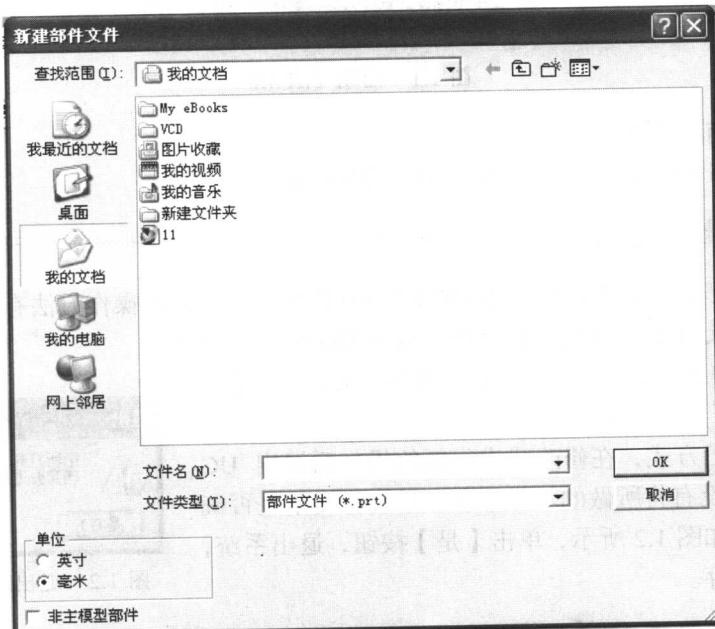
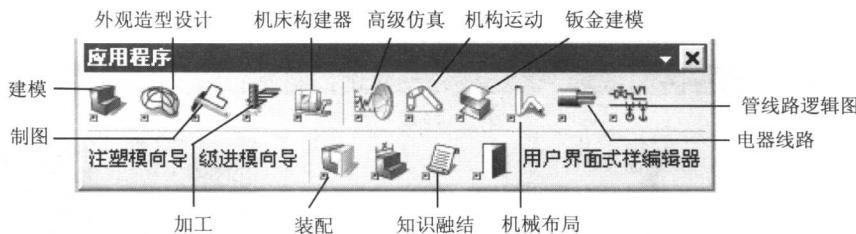
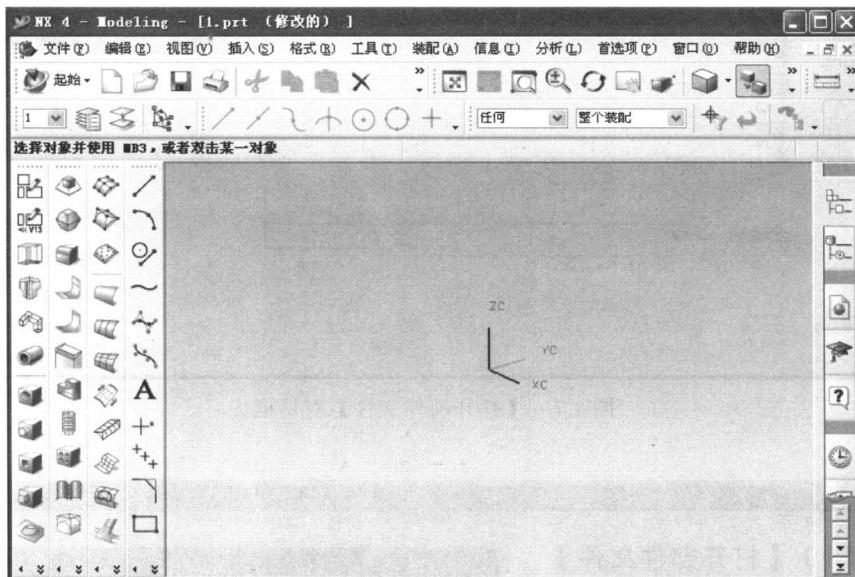

图 1.4 【新建部件文件】对话框
图 1.5 【应用程序】工具栏
图 1.6 建模工作界面
【新建】命令，系统弹出【新建部件文件】对话框，如图 1.4 所示。
选择文件放置位置，在【文件名】文本框中输入文件名，例如 nn，然后单击 OK 按钮，系统就进入了入门模块，若想进入其他模块，可以在【应用程序】工具栏中选择相应的功能按钮，如图 1.5 所示。可以在图 1.6 所示的工具栏中单击 右侧下三角按钮，并从其下拉菜单中选择相应功能模块，从而使用相应功能。例如，单击【建模】按钮 ，系统进入建模工作界面，如图 1.6 所示，用户就可以建模了。
- (1) 存放\*.“prt”文件的目录及其各级父目录均不能含有中文字符。
- (2) 当在建模过程中需要创建多个部件文件时，用户可以将已经完成的文件保存，然后单击【标准】工具栏中的【新建】按钮□，或者选择【文件】→【新建】命令，或者使用快捷键 Ctrl + N 创建新的部件文件，系统将弹出如图 1.4 所示的【新建部件文件】对话框，在【文件名】文本框内输入新建部件文件的名称，选择所需要的单位类型，然后单击 OK 按钮，系统重新进入到图 1.6 所示的建模工作界面，即新建部件文件的建模状态。